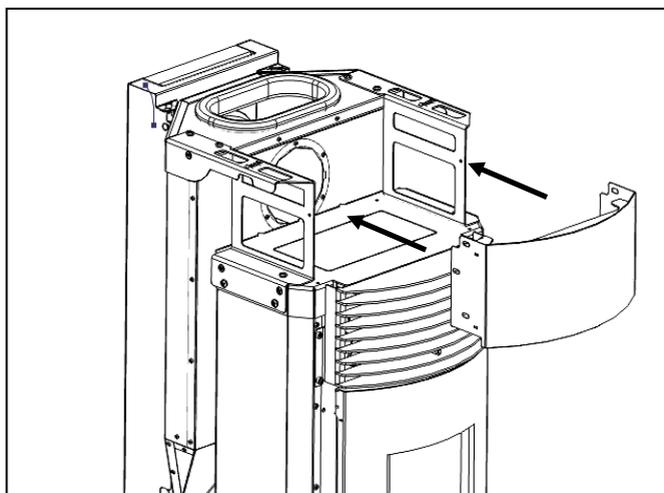

Figura 43 - Colocación de la envoltura frontal
b) Coloque la parte superior delantera como se muestra en la Figura 43, colocando las solapas de la parte delantera en la cara interior.